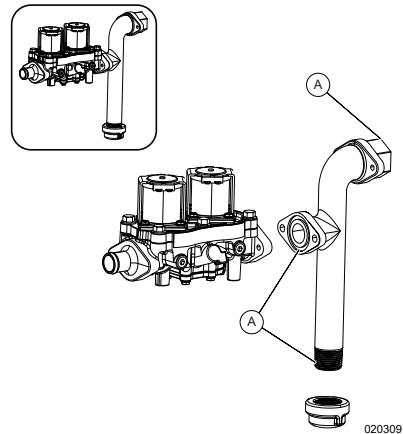

Figura 4-10. Pontos de conexão a serem verificados quanto a vazamentos
Consulte **Figura 4-10**. Realize um teste final de vazamento do sistema de combustível após a instalação do gerador. O teste identificará possíveis vazamentos em todos os pontos de conexão (A).